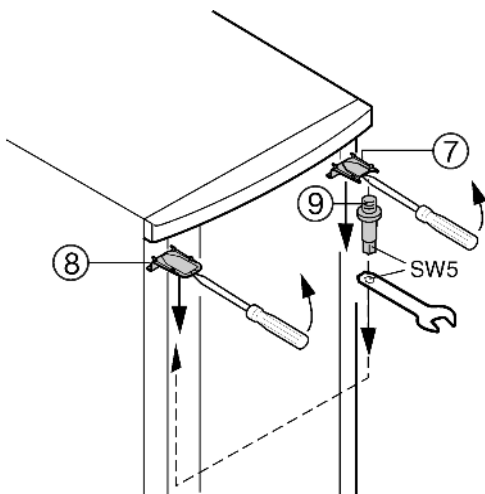

Fig. 5
- En haut, déclipser le cache Fig. 5 (7) et le cache Fig. 5 (8) avec un tournevis et les enlever inclinés vers le bas.
- Retirer la charnière Fig. 5 (9) en la dévissant à la main, puis la revisser sur le côté opposé. Pour ce faire, utiliser la clé à six pans de la clé à fourche jointe.
- Remonter le cache Fig. 5 (7) sur le côté où se situe la charnière : l'insérer par l'arrière et l'encliquer sur l'avant.
- Monter le cache Fig. 5 (8) sur le côté opposé : l'insérer par l'arrière et l'encliquer sur l'avant.
- Enclencher la porte sur le pivot d'appui Fig. 5 (9) et fermer la porte.